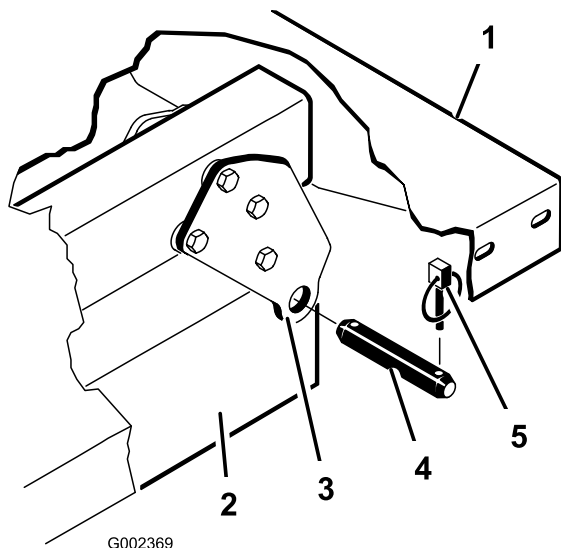

Figura 4
4. Retire los pasadores de seguridad y los pasadores que fijan las placas de giro al bastidor (Figura 4)